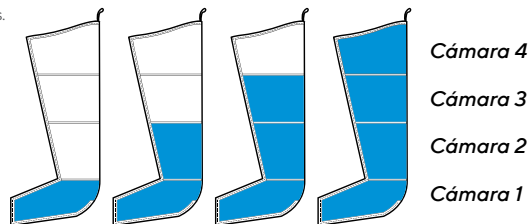

Figura 1 – Modo de ciclo Sequential
- Se aplica un masaje direccional desde la base de la zona tratada que continúa hacia arriba en dirección al torso y luego se libera (ver Figura 1).